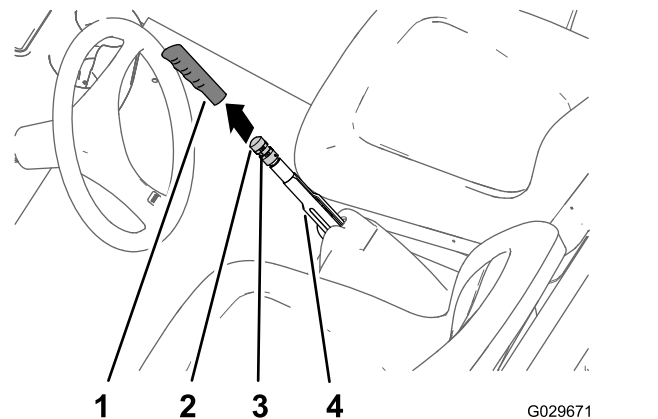

Figure 63
1. Enlevez la poignée du levier de frein de stationnement (Figure 63).
2. Desserrez la vis de fixation du bouton de réglage sur le levier du frein de stationnement (Figure 63).
pour actionner le levier du frein de stationnement (Figure 63).
4. Serrez la vis de fixation et remettez la poignée en place (Figure 63).
2. Desserrez la vis (Figure 63) qui fixe le bouton de réglage sur le levier du frein de stationnement, desserrez le frein de stationnement et desserrez le bouton de réglage.
5. Tournez le bouton de réglage du frein (Figure 63) jusqu'à ce qu'une force de 133 à 156 N soit nécessaire pour actionner le levier du frein de stationnement.
- C. Tournez le bouton de réglage du frein (Figure 63) jusqu'à ce qu'une force de 133 à 156 N soit nécessaire pour actionner le levier du frein de stationnement.
- Serrez la vis de fixation et remettez la poignée en place (Figure 63).